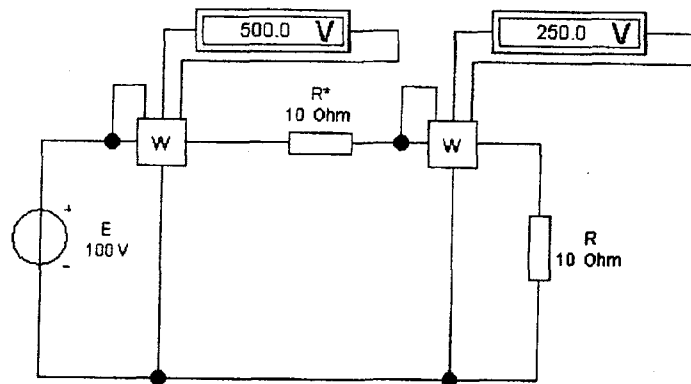

Рис. 3.2
1. Виконайте експериментальні дослідження схеми електричного кола (рис. 3.2 – показання ватметрів подано в узгодженому режимі роботи джерела, $R = R^*$). Дослідіть та усвідомте залежності потужності P_1 і коефіцієнта корисної дії η джерела (E , R^* – відповідно ЕРС та внутрішній опір джерела), а також залежність споживаної потужності P_2 від опору споживача R : $P_1 = f(R)$, $\eta = f(R)$ та $P_2 = f(R)$.